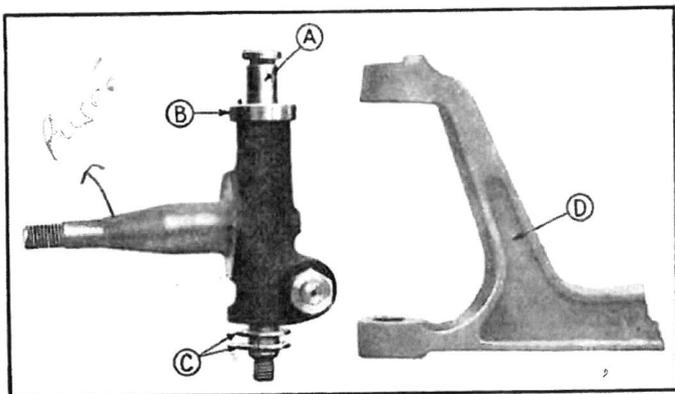

Fig. 256. — Montage d'une fusée.
- 8—Serrer le nouvel essieu dans un étau puis monter sur ce dernier les fusées avec les pivots, les cuvettes et rondelles d'ajustage (*fig. 256*).